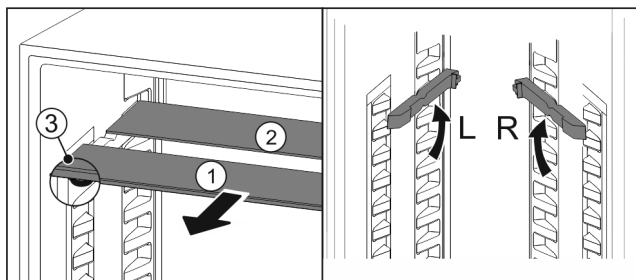

Fig. 176
- ▶ 将玻璃隔板逐个向前拉出 Fig. 176 (1)。
- ▶ 带装饰条的玻璃隔板 Fig. 176 (1)在前。
- ▶ 阻挡装置 Fig. 176 (3)指向下方。